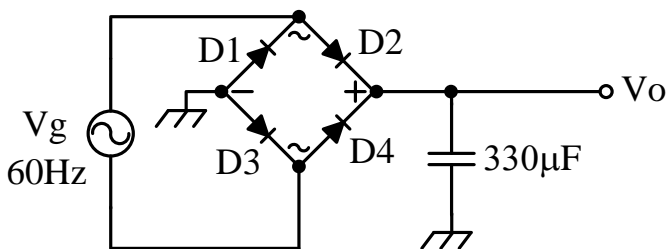

Figura 4. Fuente DC No Regulada sin Carga.
1.2.2) En la fuente DC no regulada sin carga de la Figura 4 determinar la tensión DC y dibujar la tensión a la salida.
2.2.2) Para el circuito de la Figura 4, observe y mida los puntos de interés de la tensión a la salida Vo.